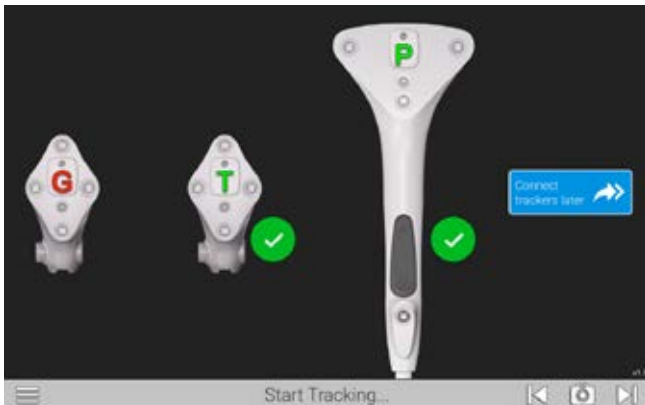

Abbildung 8a
Der Bildschirm „Seeking Trackers“ (Tracker suchen) wird angezeigt (Abbildung 8a). Die Batterien mit dem Pluspol nach vorn in die drei Tracker einsetzen: **Sonden-Tracker (P)**, **Glenoid-Tracker (G)** und **Tool-Tracker (T)** (Abbildung 9).